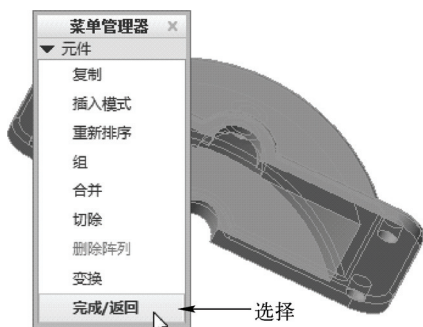

图 11-96 选择“完成/返回”选项
STEP 05 返回到“元件”菜单管理器，选择“完成/返回”选项，如图 11-96 所示。